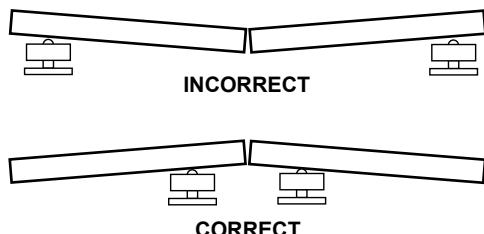

Figure 6 – Positionner les porte-tubes de manière à ce que le disque de tronçonneuse ne soit pas pincé par le tuyau
- Comme indiqué à la *Figure 6*, la tronçonneuse et les porte-tubes doivent être positionnés de manière à ce que les deux parties du tuyau aient tendance à tomber à l'opposé du disque de tronçonneuse lorsque le tuyau est sectionné. Le disque de tronçonneuse sera endommagé s'il est pincé par le tuyau.